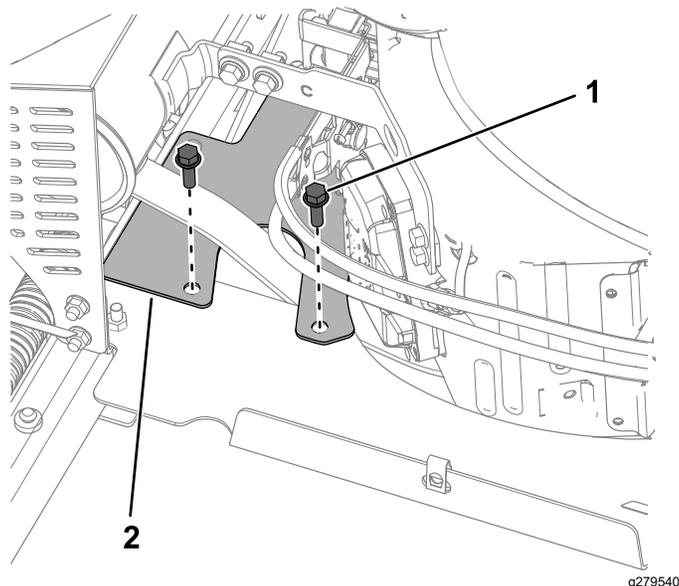

Рисунок 31
3. Отверните 2 болта (5/16 x 1 дюйм) и снимите ограждение ремня (Рисунок 31).
2. Установите ограждение ремня, как показано на Рисунок 31. Затяните болты с моментом от 20 до 25 Н·м.